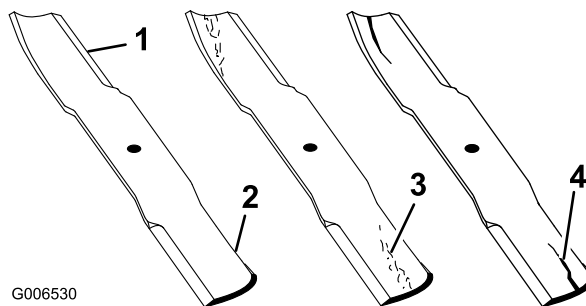

Figura 66
1. Inspeccione los filos de corte (Figura 66). Si los bordes no están afilados o tienen muescas, retire las cuchillas y afílelas. Consulte Afilado de las cuchillas.
2. Inspeccione las cuchillas, especialmente la parte curva (Figura 66). Si observa daños, desgaste o la formación de una ranura en esta zona (Figura 66), instale inmediatamente una cuchilla nueva.